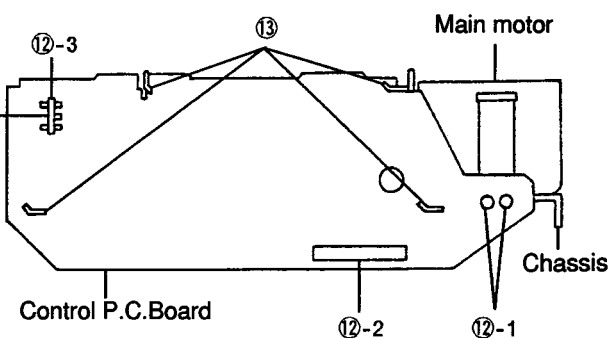

Figure 10
(1) After removing the belt, remove solder ⑫-1, and remove the wire flat (2P) from the control P.C.Board as shown in Figure 10.
(1) ベルトを外した後、半田⑫-1を外し、ワイヤーフラット (2P) をコントロール基板より外します。(図10参照)
- (1) Remove four solders ⑫ and remove the head P.C.Board and the two wire flat as shown in Figure 10.
- (2) Remove four claws ⑬ and remove the P.C.Board as shown in Figure 10.
- (3) After replacing the old P.C.Board with a new one, mount it following the removal steps in the reverse order.
- (1) 4ヶ所の半田⑫を外し、ヘッド基板と2本のワイヤーフラット (2P)、(10P) をそれぞれ外します。(図10参照)
- (2) 4ヶ所のツメ⑬を外し、コントロール基板を外します。(図10参照)
- (3) 良品のコントロール基板と交換後、取り外し方の逆の手順で基板を取り付けます。